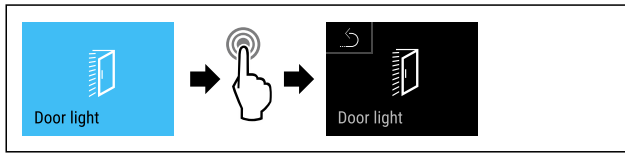

Fig. 72
- ▶ Seguir los pasos de procedimiento (consulte Fig. 72) .